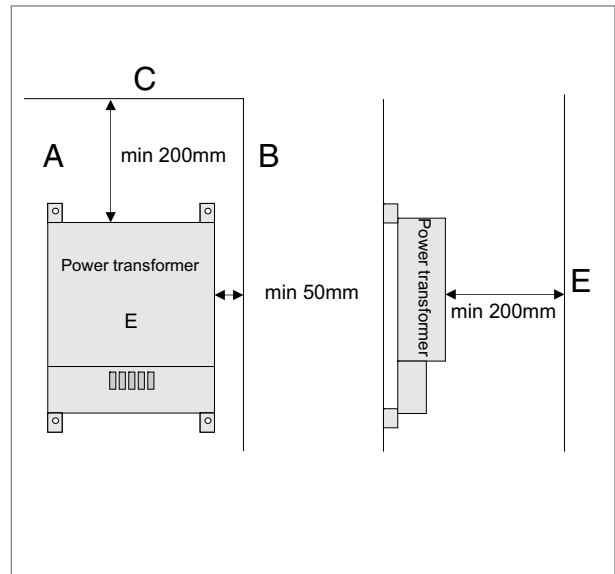

Fig. 2
Un fusibile difettoso di solito indica un corto circuito o un sovraccarico dell'uscita 12 V. Ciò viene segnalato da un LED rosso acceso accanto al fusibile (vedi fig. 2) quando un dispositivo è collegato.
Riaccendete l'unità (vedi fig. 2). Se il fusibile dovesse scattare di nuovo rivolgetevi ad un centro di assistenza autorizzato per i convertitori CA/CC Dometic.
- Installare il convertitore CA/CC in un luogo ben arieggiato e protetto dall'umidità. Per ottenere un'ottimale dissipazione del calore, il dispositivo deve essere montato verticalmente (vedi fig. 2).
L'installazione ottimale di un convertitore CA/CC è in posizione verticale (fig. 2). La temperatura ambientale massima non deve superare i 50°C.